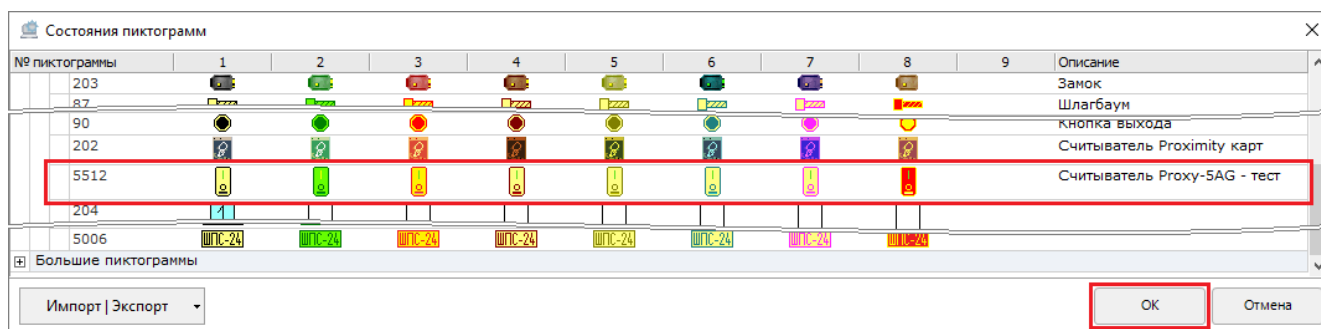

Рисунок 6-525 Сохранение пиктограмм состояний, добавленных для пользовательского вида пиктограмм
- 5) в нижней части окна редактора «Состояние пиктограмм» нажмите кнопку «ОК» (см. Рисунок 6-525) для сохранения всех изменений в редакторе (либо нажмите кнопку «Отмена» для отказа от изменений в редакторе).